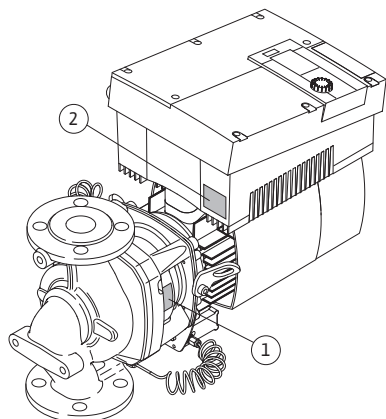

Fig. 11: Tipa tehnisko datu plāksnīšu atrašanās vieta:
- Sūkņa tipa tehnisko datu plāksnītē (Fig. 11, 1. poz.) norādīts sērijas numurs (Ser.-No.../...), kurš nepieciešams, piem., pasūtīt rezerves daļas.
- Elektronikas moduļa tipa tehnisko datu plāksnītē (elektronikas modulis = pārveidotājs vai frekvences pārveidotājs) (Fig. 11, 2. poz.) sniedz informāciju par izmantoto elektronikas moduli.